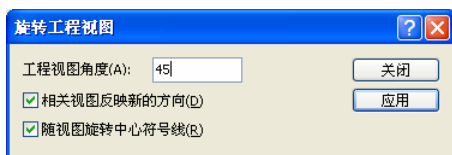

图 14-49 “旋转工程视图”对话框
- 3 执行命令。单击“视图”工具栏中的“旋转视图”图标, 此时系统弹出如图 14-49 所示的“旋转工程视图”对话框。